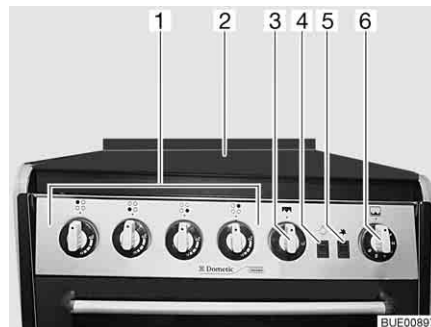

Fig. 186 Réchaud à gaz avec four et grill
- Ouvrir le couvercle du réchaud à gaz (Fig. 186,2).
- Tourner le bouton tournant (Fig. 186,1) du brûleur désiré en position d'allumage (grande flamme) et appuyer.
- Appuyer plusieurs fois sur le bouton d'allumage (Fig. 186,5) jusqu'à ce que la flamme se consume.
- ▷ L'interrupteur (Fig. 186,4) permet d'allumer et d'éteindre la lumière dans le four.
- Appuyer légèrement sur le bouton tournant (Fig. 186,3) et tourner en position d'allumage (grande flamme).
- Appuyer sur le bouton d'allumage (Fig. 186,5) jusqu'à ce que la flamme se consume.
- Appuyer légèrement sur le bouton tournant (Fig. 186,6) et tourner en position d'allumage entre 1 et 6.